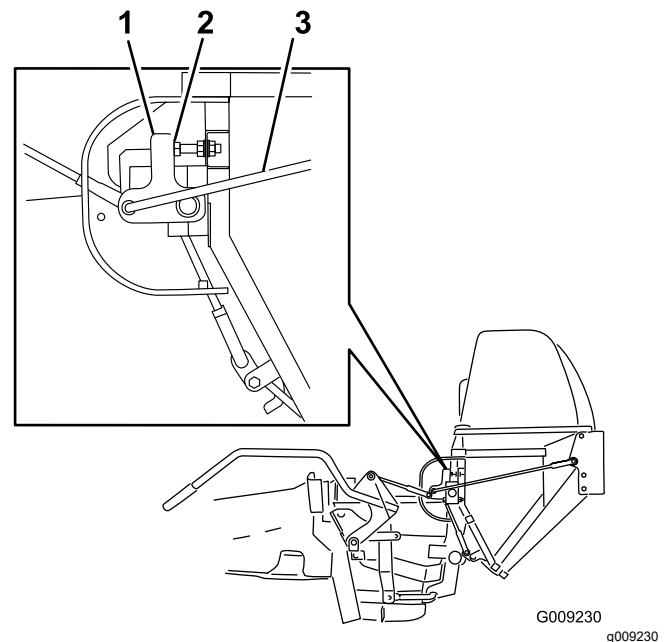

Figure 46
3. Con la puerta cerrada, afloje las tuercas y ajuste los tornillos de tope hasta que el brazo de contacto quede en posición vertical (Figure 46).
4. Ajuste la longitud de las varillas de acoplamiento de la bisagra hasta que la puerta se cierre por completo con una fuerza razonable sobre la palanca (Figure 46).